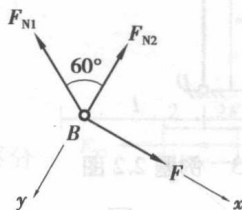

图 2.2
【解】(1) 计算各杆轴力。取结点 B 进行分析,建立坐标系,其受力图如图 2.2 所示。